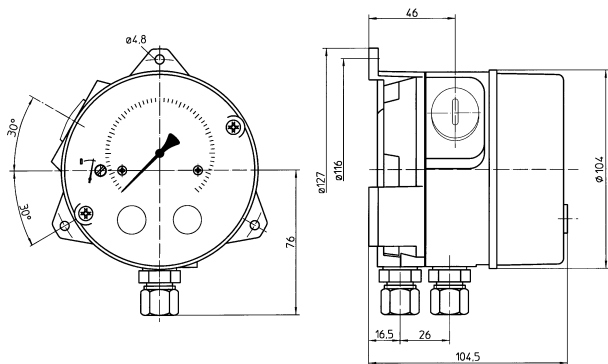

Fig. 1 DDA
4.1.1 Differenzdruckanzeigergerät DDA (Bild 1)